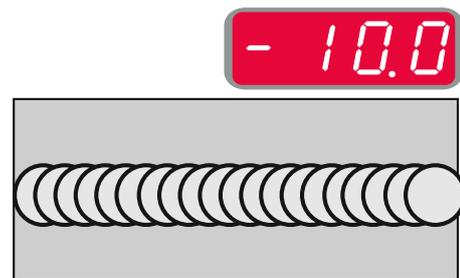

Figura 16
- Frecuencia menor de 0,0 – Soldadura y espaciado del rizo anchos, velocidad de desplazamiento lenta. La Figura 16 muestra el espaciado de la soldadura cuando la frecuencia es "-10".